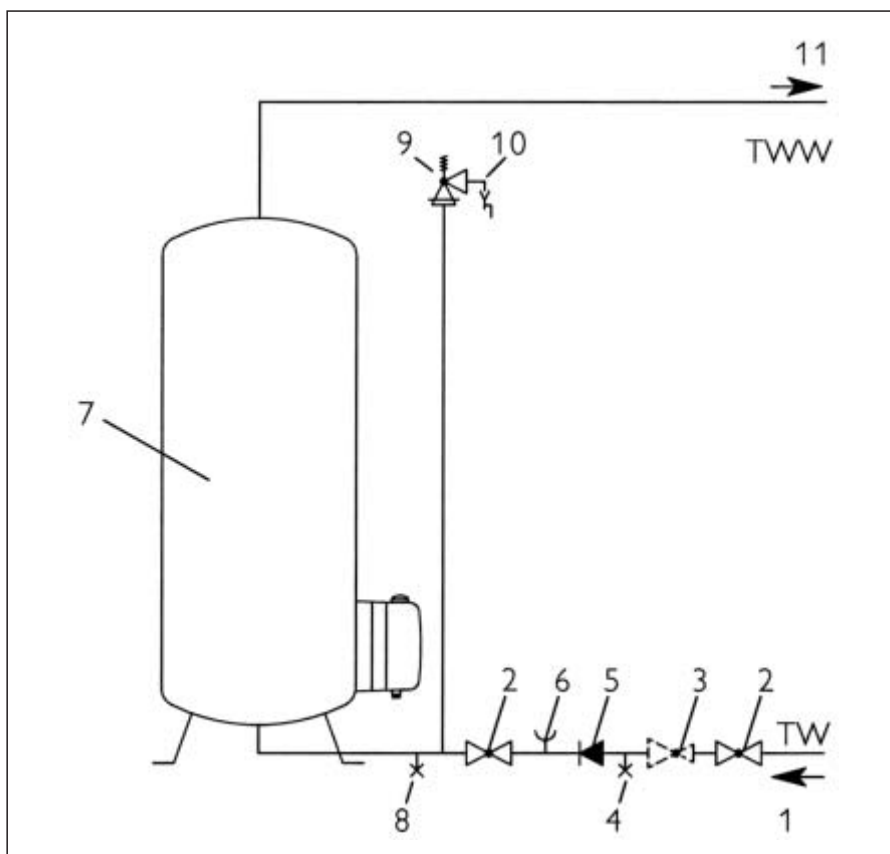

Fig. 5
**Debe informar a su instalador cuando el cartucho cambie a color rojo (pos. 4), para que controle el ánodo y eventualmente lo sustituya.**
**Los termo-acumuladores verticales están sometidos a la presión de red. Por razones de seguridad, durante el calentamiento la válvula de seguridad (fig. 5, pos. 9) expulsa gotas de agua. Si una vez completado el caldeo sigue saliendo agua, avise al instalador.**
### Leyenda (fig. 5)
- Montar los accesorios según fig. 5.
- Posicionar el grifo de vaciado en el punto más bajo (pos. 8).